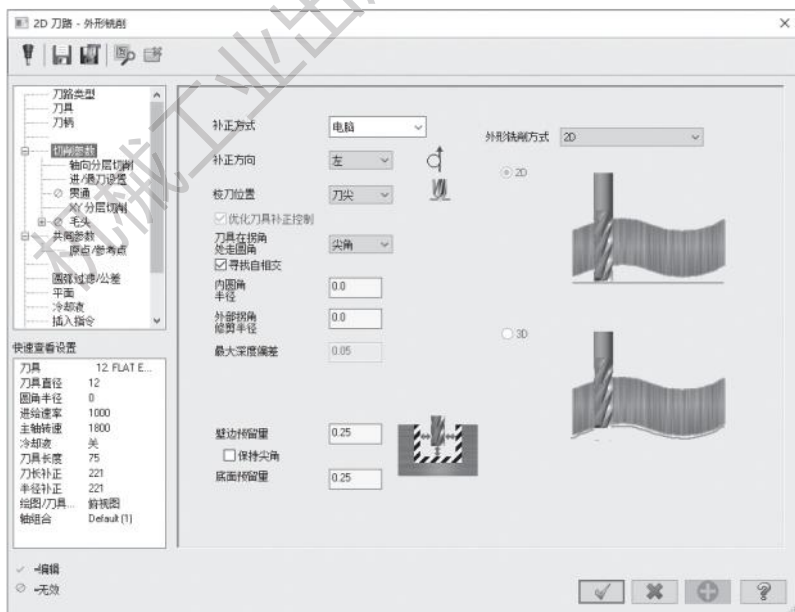

图 10-15 设置切削参数
3) 打开【切削参数】选项卡, 设置【补正方向】为【左】, 【外形铣削方式】为【2D】, 【壁边预留量】和【底面预留量】都为 0.25mm, 其他参数按默认设置, 如图 10-15 所示。